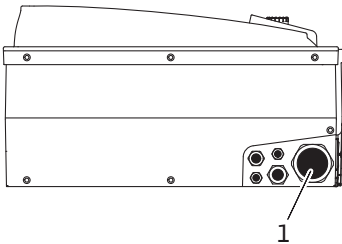

Fig. 23: Prensa-fios M25/M40
- O cabo de ligação à rede deve ser colocado no prensa-fios M25/M40 (Fig. 23, Pos. 1).